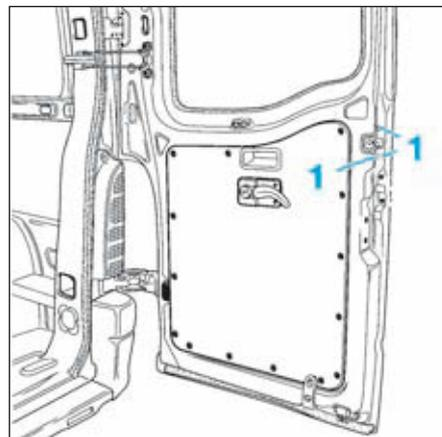

FIG.153
- Déposer les vis de fixation (1) (Fig.153).